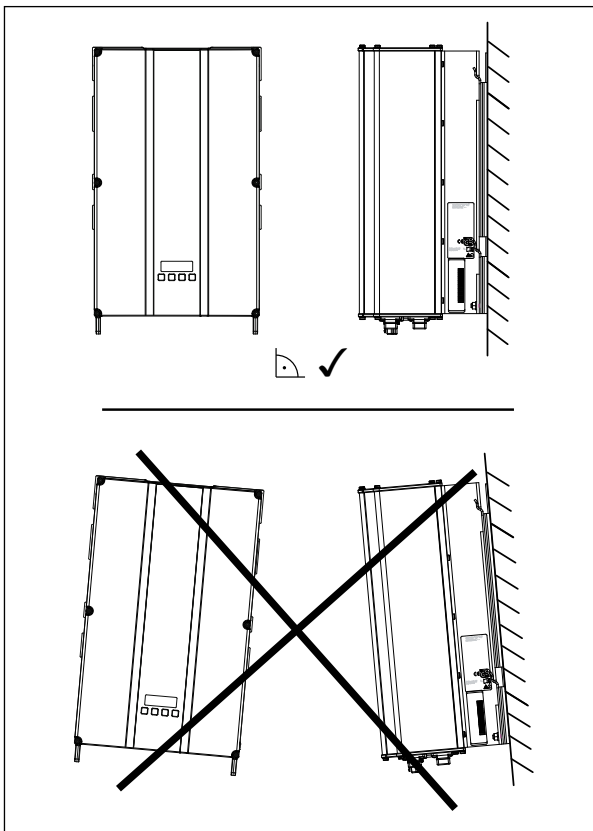

Fig. 7.1.: Colocación durante el montaje
- Monte el inversor solar en posición vertical, véase Fig. 7.1.